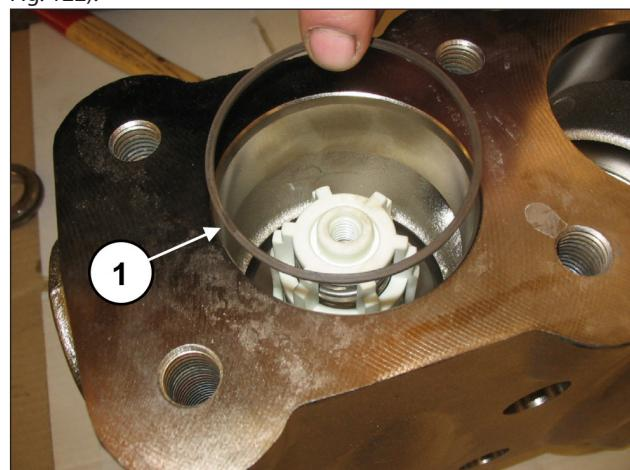

Fig. 122
Insira o anel anti-extrusão, pos. de explosão nº. 16 (pos. ①, Fig. 122).